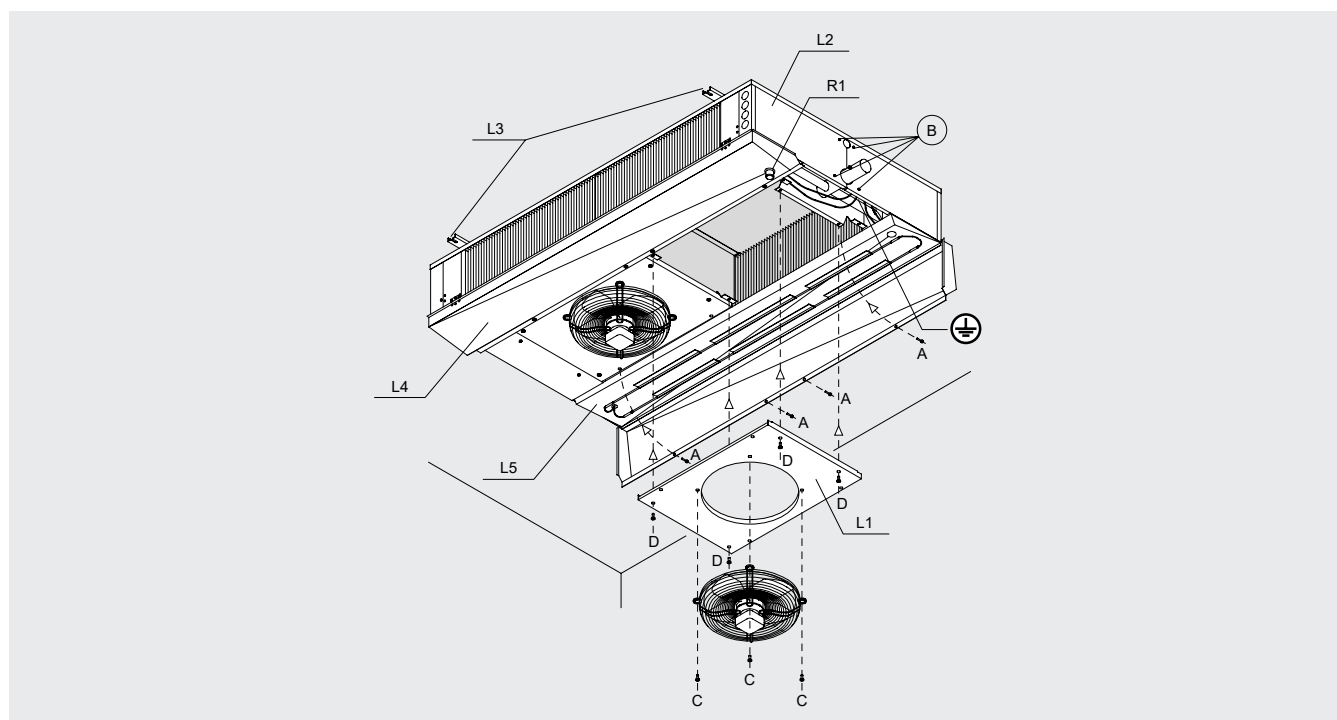

Figure 5
- 8.2 Dévisser les poignées de fixation pour ouvrir les bacs L4, les accompagner lentement jusqu'à la position représentée sur la "Figure 5".